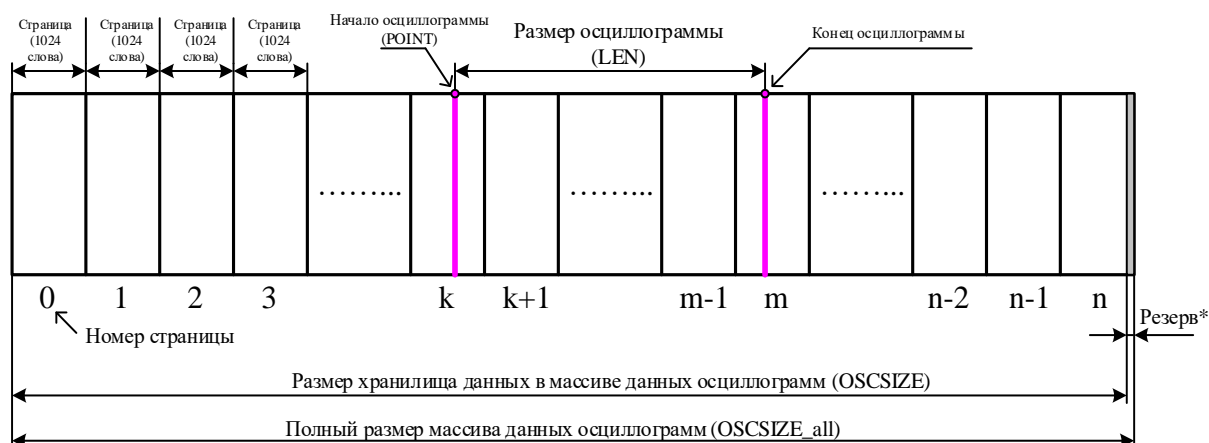
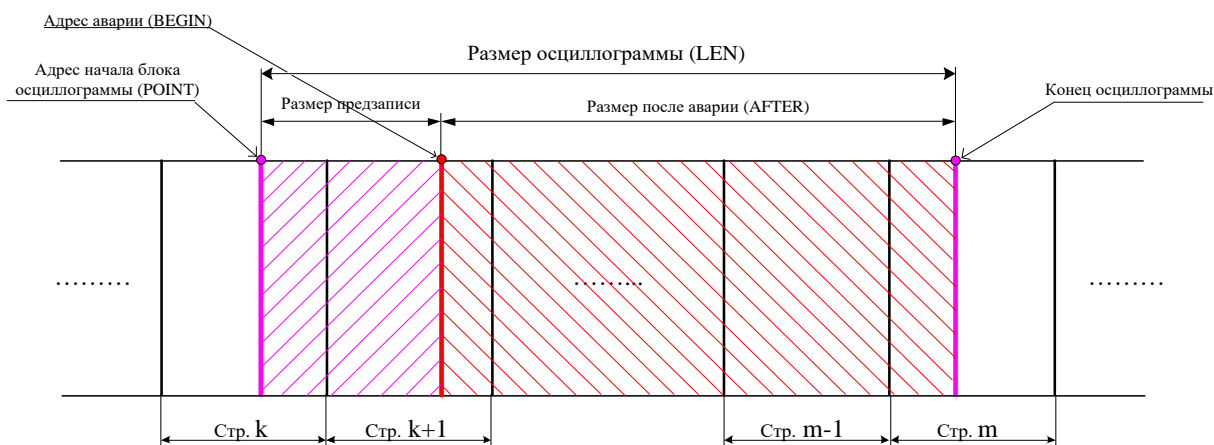

Рисунок 8.3
Рисунок 8.4
8. определить адрес начала и окончания осциллограммы в массиве данных осциллограмм (рисунок 8.3);
9. выделить искомую осциллограмму из хранилища данных осциллограмм (рисунок 8.3) и прочесть ее содержимое (при чтении осциллограммы выполняется ее переворот – рисунок 8.4);